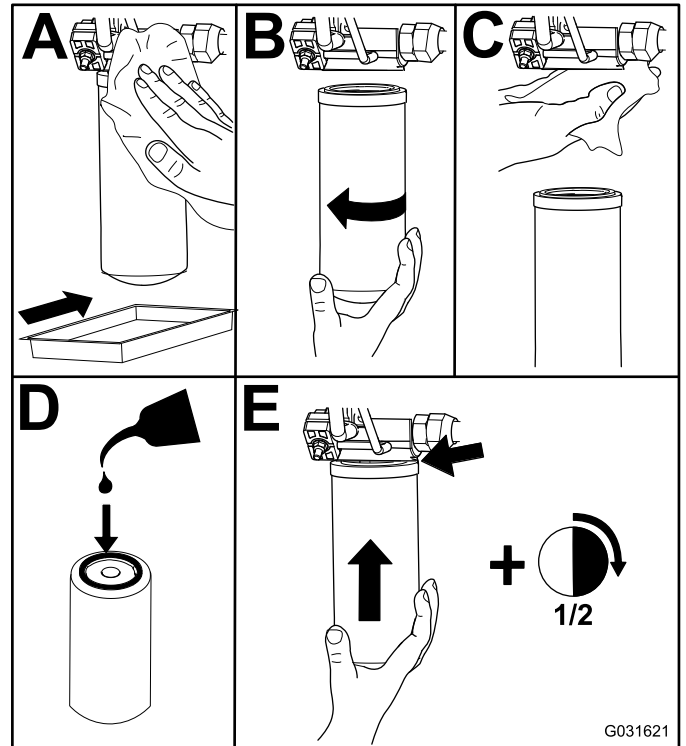

Figura 78
2. Sustituya el filtro hidráulico de carga en el compartimento de elevación hidráulico, tal y como se muestra en la Figura 78.
4. Sustituya el filtro de retorno a la derecha de la máquina (Figura 78).